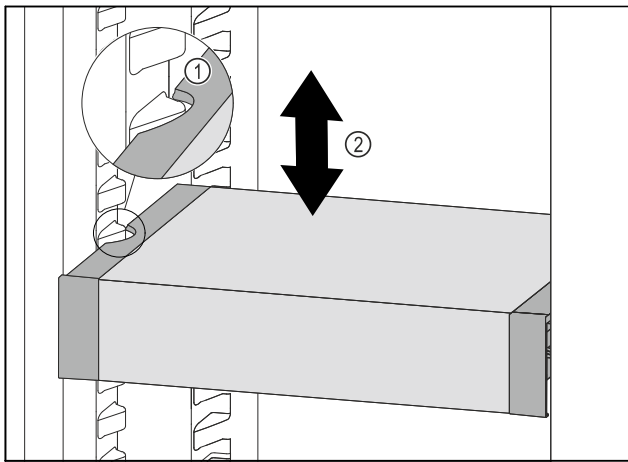

Fig. 100
- ▶ VarioSafe naar voren trekken tot de uitsparingen aan de zijkant van de VarioSafe zich ter hoogte van de rib in het koelgedeelte bevinden. Fig. 100 (1)
- ▶ VarioSafe in het koelgedeelte omhoog of omlaag bewegen tot de gewenste hoogte is bereikt. Fig. 100 (2)